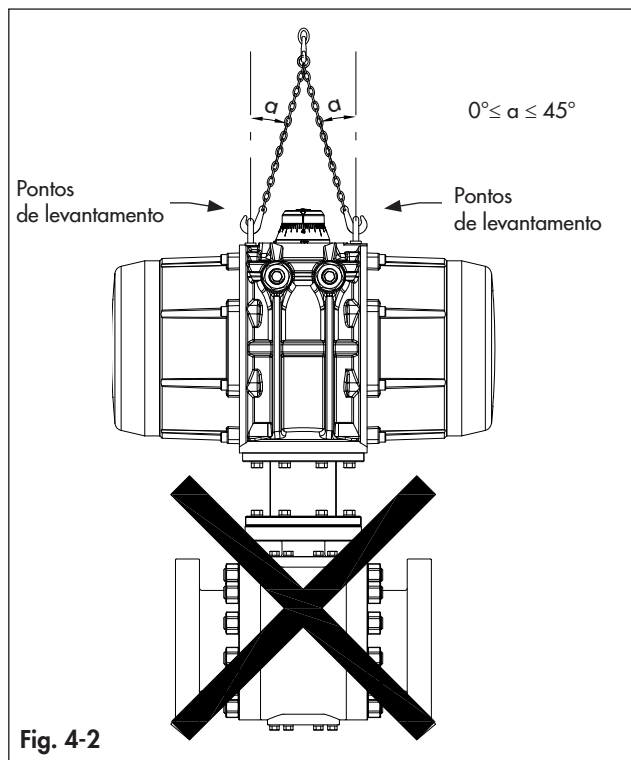

Fig. 4-2
- Mediante pedido estão disponíveis dois furos roscados para levantar o atuador por meio de parafusos com olhal ou componentes semelhantes, conforme mostrado na Fig. 4-2. Não levante o atuador e o conjunto da válvula a partir destes pontos de levantamento.